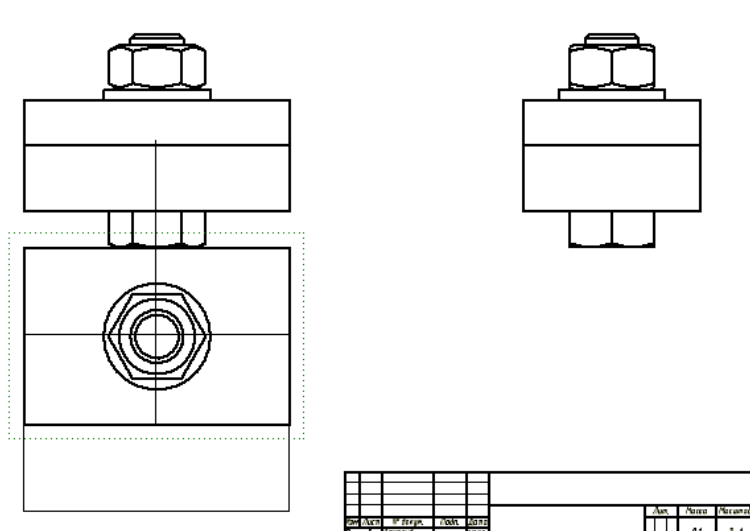

Рис. 3.97. Перемещение видов по полю чертежа
7. Приблизительная подоснова текущего листа чертежа с одним главным видом и двумя проекционными видами. При необходимости виды можно легко переместить. Для этого следует щелкнуть вид чертежа и переместить его за границу в виде красной пунктирной линии, образующейся вокруг данного вида. Зависимые виды располагаются относительно главного вида (рис. 3.97).